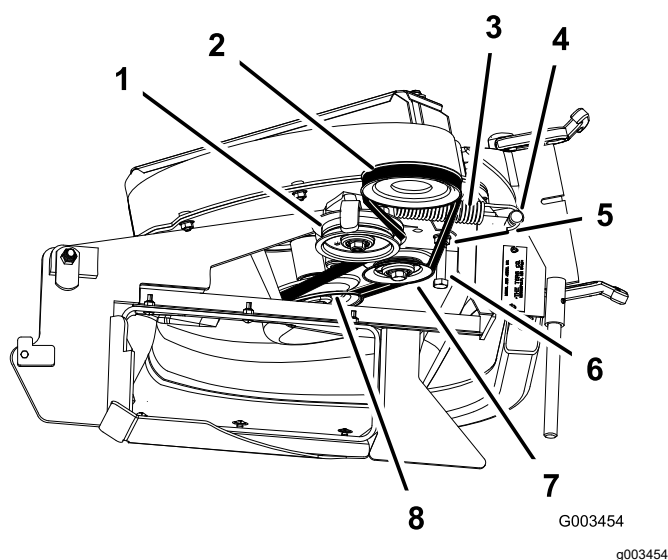

Figure 15
- Sur les tondeuses de 122 et 132 cm, desserrez le boulon du guide-courroie (Figure 15).
- Chaussez la courroie sur la poulie de ventilateur et la poulie de tension fixe (Figure 15).